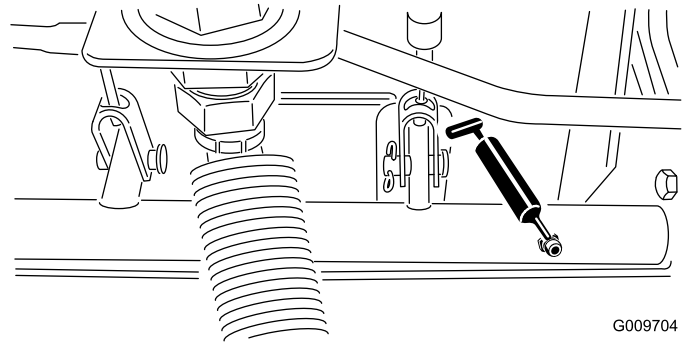

Figura 43
- Cojinetes del pivote del eje de freno (5), como se muestra en la Figura 43